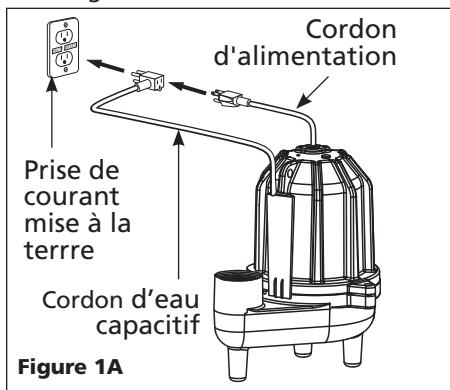

Figure 1A
11. Cet équipement est conçu pour un circuit de 120 v (monophasé) et est équipé d'un cordon approuvé à trois conducteurs et une fiche de terre à trois broches telle qu'indiquée dans la Figure 1A et 1B.